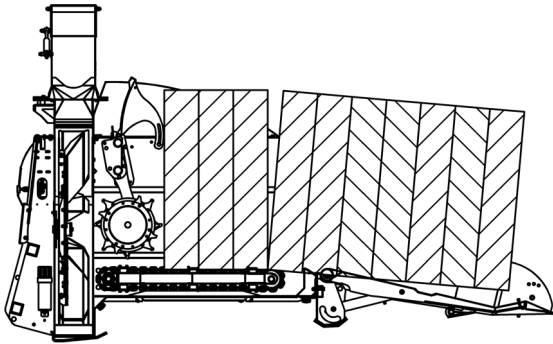

Bild 2. Spridning av fyrkantsbalar – lastlucka.
**VIKTIGT.** Med en fyrkantbal i kammaren, se till att bottenmattan ligger horisontellt. Sänk lastluckan något för att bilda en delning i balen (se bild 2 och 3). Detta gör att den första delen av balen kan rotera fritt i balkkammaren.